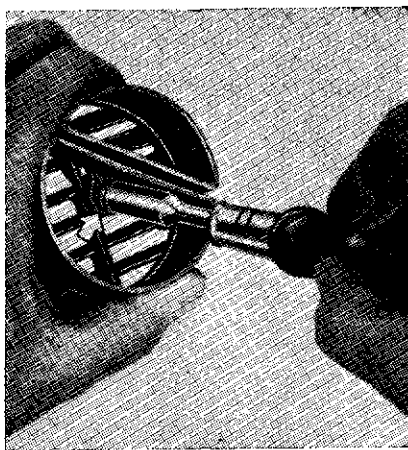

Fig. 84. — Outil pour le démontage des aérateurs
- Déposer l'aérateur au tableau au moyen d'une clé (fig. 84).